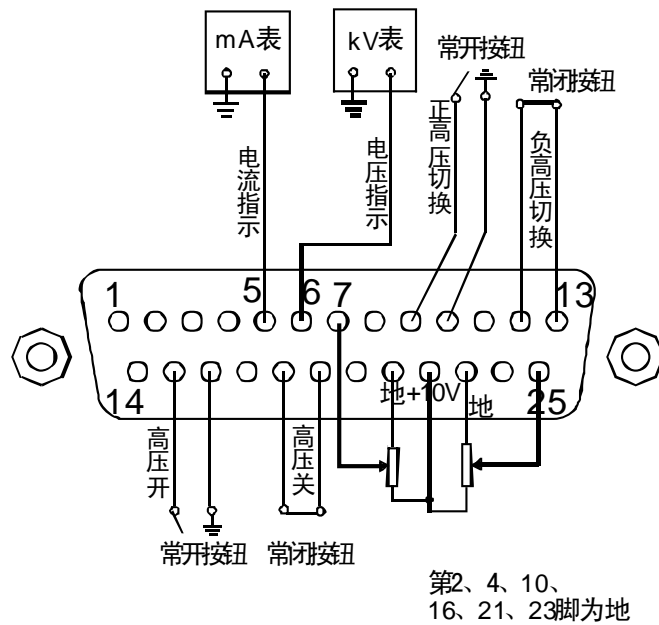

图 3.2 DB25 外部接线图
出电阻小于 10 欧姆。接线图见图 3.2。
**高压的开启和关闭:** 后面板上的 DB25 的 15 脚可作为外部高压控制信号的启动控制端, 当其接地时电源的高压正常输出, 使电源进入高压输出状态。当电源的高压正常工作时, 后面板上的 DB25 的 18 脚和 19 脚可作为外部高压控制信号的停止端, 当两脚短接时电源的高压将停止输出, 使电源进入高压关闭状态。接线图可参考图 3.2。